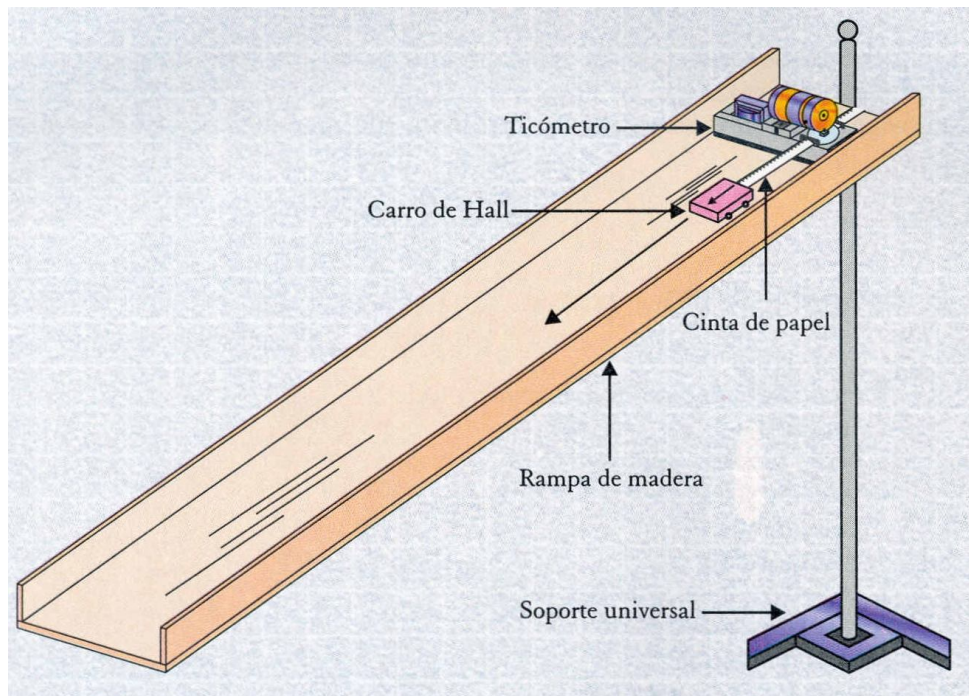

Figura 1. Esquema del desarrollo de la práctica
3. Coloca el ticómetro en el extremo superior de la rampa sujetándolo a ella y al vástago de la varilla soporte de 30 cm con la pinza universal (Figura 1).